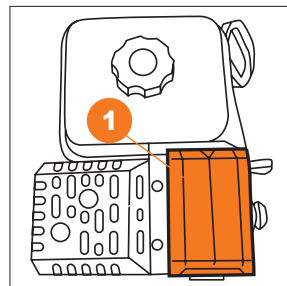

Рис. 11
- Откройте крышку **1** отсека для аккумулятора (Рис. 11).